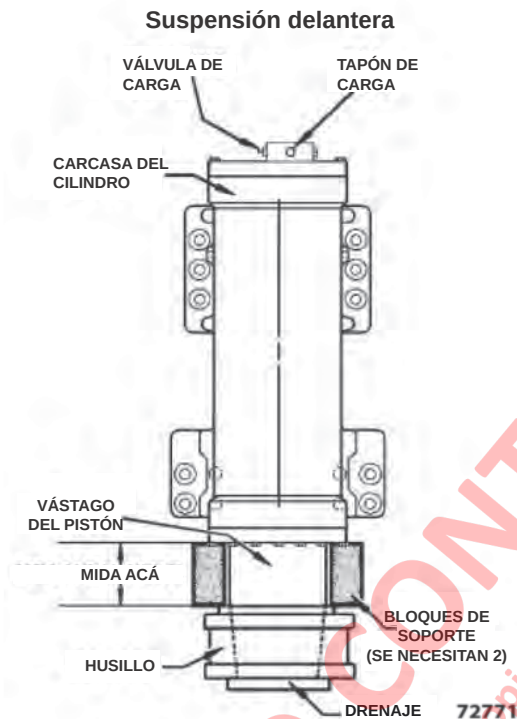

FIGURA 3-27. SUSPENSIÓN DELANTERA
1. Mida la altura entre la parte superior del husillo y la parte inferior del retenedor del buje inferior (no incluye tornillos o arandelas), como se muestra en la Figura 3-27. Tanto las mediciones del husillo derecho como las del izquierdo deben tener una altura de carga aproximada de 228,6 mm (9,00 in).